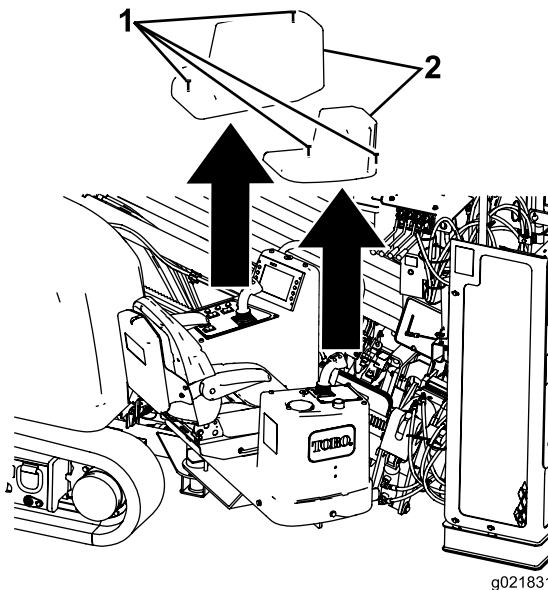

Figura 37
3. Afloje los 4 tornillos que sujetan las fundas sobre las consolas del operador, y retire las fundas (Figura 37).